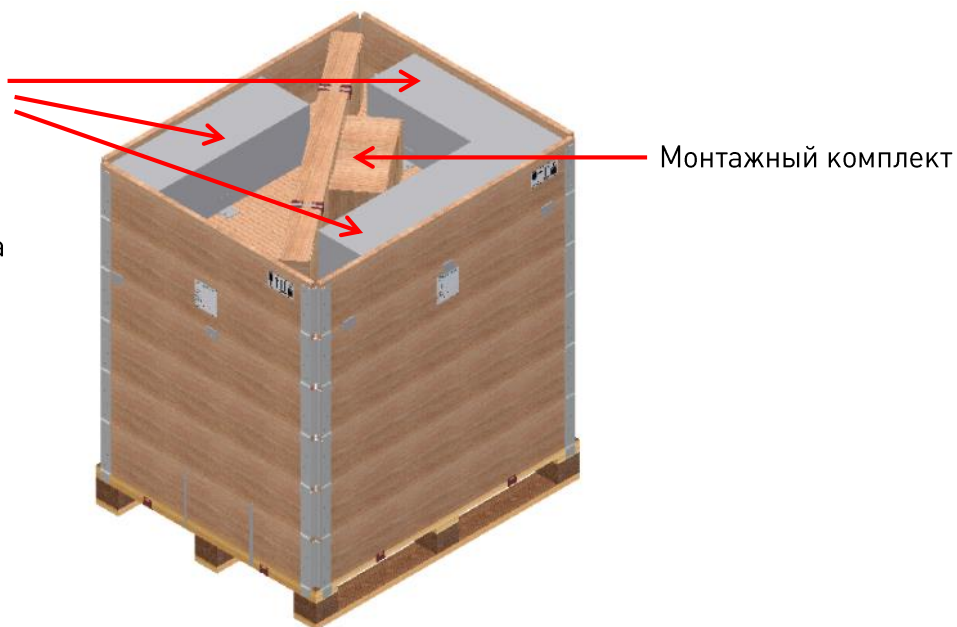

Рис.5.5. Упаковка со снятой крышкой
2. Снять крышку, выкрутив шурупы по периметру. На верхней полке закреплены, см. **рис.5.5:**
Достать комплект деталей с верхнего яруса основной упаковки реклоузера, см. **рис.5.5**